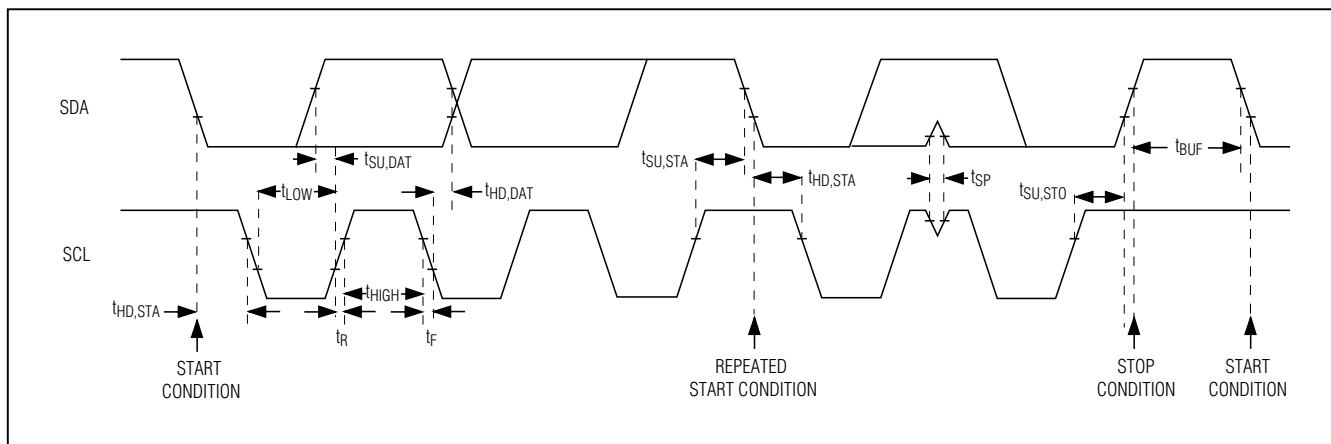

図4. 2線式インタフェースのタイミング図
このICは、シリアルデータライン(SDA)とシリアルクロックライン(SCL)で構成されるI²C/SMBus対応の2線式シリアルインタフェースを備えています。SDAとSCLによって、このICとマスターの間で最高400kHzのクロック速度の通信を容易に行うことができます。図4に、2線式インタフェースのタイミング図を示します。マスターがSCLを生成してバス上のデータ転送を開始します。マスターデバイスは、適切なスレーブアドレスの後に続けてレジスタアドレスを送信して、さらにデータワードを送信することによって、このICへのデータ書込みを行います。個々の送信シーケンスは、START (S)またはRepeated START条件およびSTOP条件によって区切られます。このICに送信される個々のワードは8ビット長であり、その後にアクノリッジクロックパルスが続きます。マスターがこのICからデータを読み取る場合は、適切なスレーブアドレスの後に続けて9個のSCLパルスを送信します。ICは、マスターが生成するSCLパルスに同期してSDA上でデータを送信します。マスターはデータの各バイトについて受信のアクノリッジを行います。個々の読取りシーケンスは、STARTまたはRepeated START条件、非アクノリッジ、およびSTOP条件で区切られます。SDAは、入力およびオープンドレイン出力の両方として動作します。SDAバスにはプルアップ抵抗(通常は500Ω以上)が必要です。SCLは、入力としてのみ動作します。バス上に複数のマスターが存在する場合、またはシングルマスターシステムでマスターのSCL出力がオープンドレインの場合は、SCLにプルアップ抵抗(通常は500Ω以上)が必要になります。必要に応じて、SDAおよびSCLと直列に抵抗を挿入することもできます。直列抵抗によって、バスライン上の高電圧スパイクからICのデジタル入力が保護されるとともに、バス信号のクロストークとアンダーシュートが最小限に抑えられます。